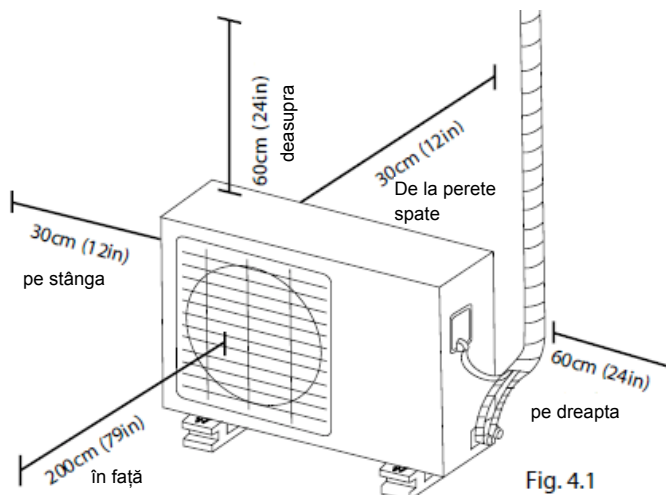

Fig. 4.1
- ☑ Întrunirea tuturor cerințelor speciale ce se pot vedea în Cerințele de spațiu ale instalării (Fig. 4.1)